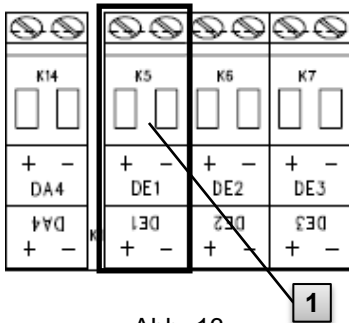

Abb. 13
1. Schließen Sie den Impulsausgang des Gaszählers an die Klemme „DE1“ (**1** in Abb. 13, S. 59) des EK280 an.
1. Schließen Sie den Encoder des Gaszählers an die Klemme „DE1“ (**1** in Abb. 13, S. 59) des EK280 an.
1. Schließen Sie den HF-Impulsausgang des Gaszählers an die Klemme „DE1“ (**1** in Abb. 13, S. 59) des EK280 an.